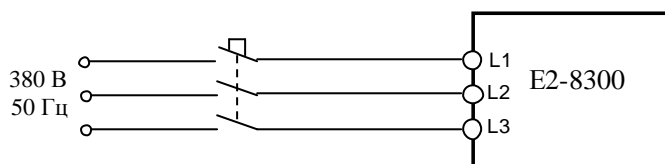

Рис. 4.11. Подключение ПЧ к сети 3ф 380В
4.10.1. Подключить преобразователь к сети, как показано на рис. 4.11.